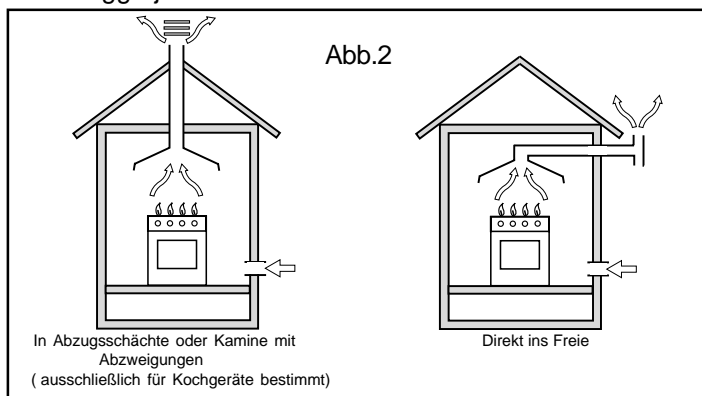

Abb.2
- Die Verbrennungsabgase müssen über eine geeignete Abzugshaube, die an einen Rauchabzugsschacht, einen Kamin oder eine direkt ins Freie führende Öffnung anzuschließen ist, abgeleitet werden. (Abb.2)